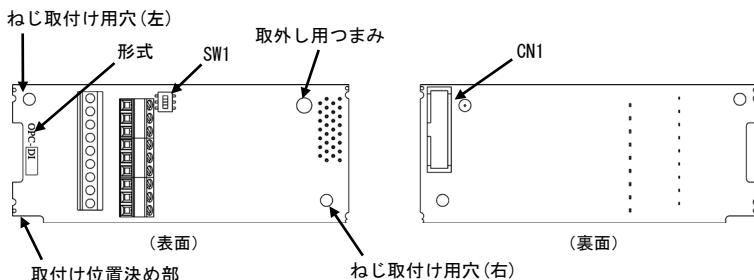
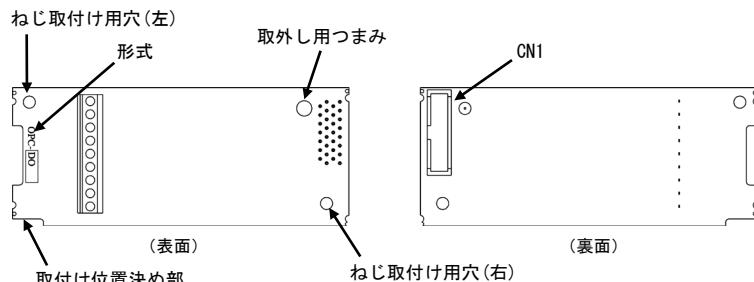

図 1.1 デジタル入力インターフェースカード (OPC-DI)
図 1.2 デジタル出力インターフェースカード (OPC-DO)
- (1) インタフェースカード、ねじ (M3×8 : 2本)、取扱説明書が入っていることを確認してください。
- (2) インタフェースカード上の部品の異常、凹み、反りなど輸送時の破損がないことを確認してください。
- (3) インタフェースカード上に下記の形式が印刷されていることを確認してください。
- ・デジタル入力インターフェースカード：『OPC-DI』（図 1.1 参照）
- ・デジタル出力インターフェースカード：『OPC-DO』（図 1.2 参照）
- (2) インタフェースカードの裏面(図1.1, 図1.2)のCN1を、インバータ本体の制御プリント基板のA-Port(CN4), B-Port(CN5), C-Port(CN6)のいずれか1箇所へ差し込み、付属ねじで固定して下さい。(図1.5)
**注意** インタフェースカードの取付け位置決め部(図1.1, 図1.2)がツメ(図1.4①)にセットされ、CN1(図1.4②)が確実に差し込まれていることを確認してください。図1.5は取付け完了を示します。
- (3) インタフェースカードの配線を行います。